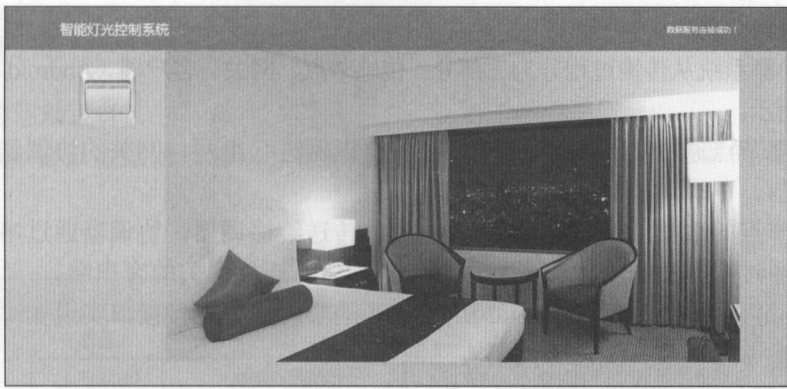

图 3.19 Web 端智能灯光控制系统展示
(1) 根据实际硬件平台修改代码中传感器节点的 IEEE 地址、智云服务器地址 (若在局域网内使用, 则设置为智云 Android 开发平台的 IP) 和智云 ID/KEY。
(2) 将计算机接入互联网, 或与智云 Android 开发平台设备在同一个局域网内。用谷歌浏览器 (或支持 HTML5 技术的 IE10 以上版本浏览器) 运行 Web 工程 “LightDemo-Web\LightDemo.html”, 进入智能灯光控制模块界面, 在主界面右上角显示“数据服务连接成功!”消息, 表示链接到智云服务中心, 通过屏幕左边的“开关”按钮控制电灯开关, 如图 3.19 所示。